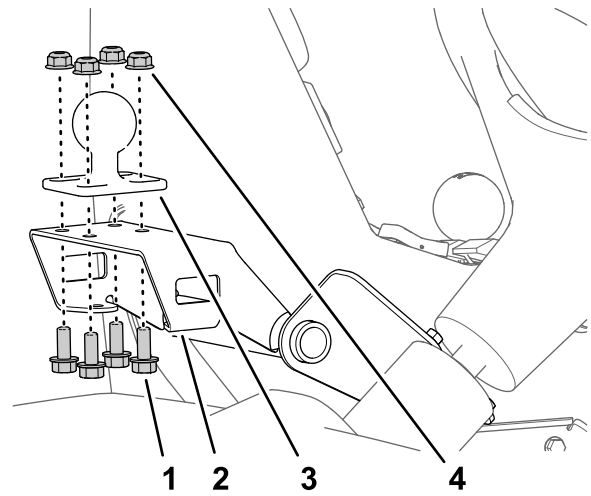

Figure 163
- Fixez le support à rotule à la patte de montage du support du moniteur (Figure 163) à l'aide des 4 boulons à embase (5/16" x 3/4") et des 4 contre-écrous à embase (5/16").